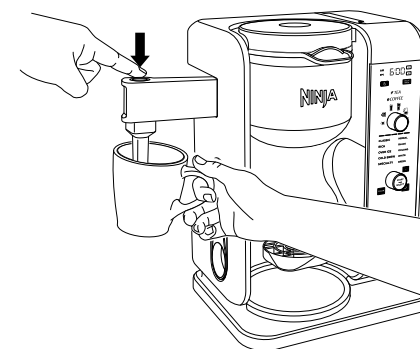

Fig. 20
- 4 Mantenga presionado el botón del espumador durante 30 a 45 segundos (Fig. 20).